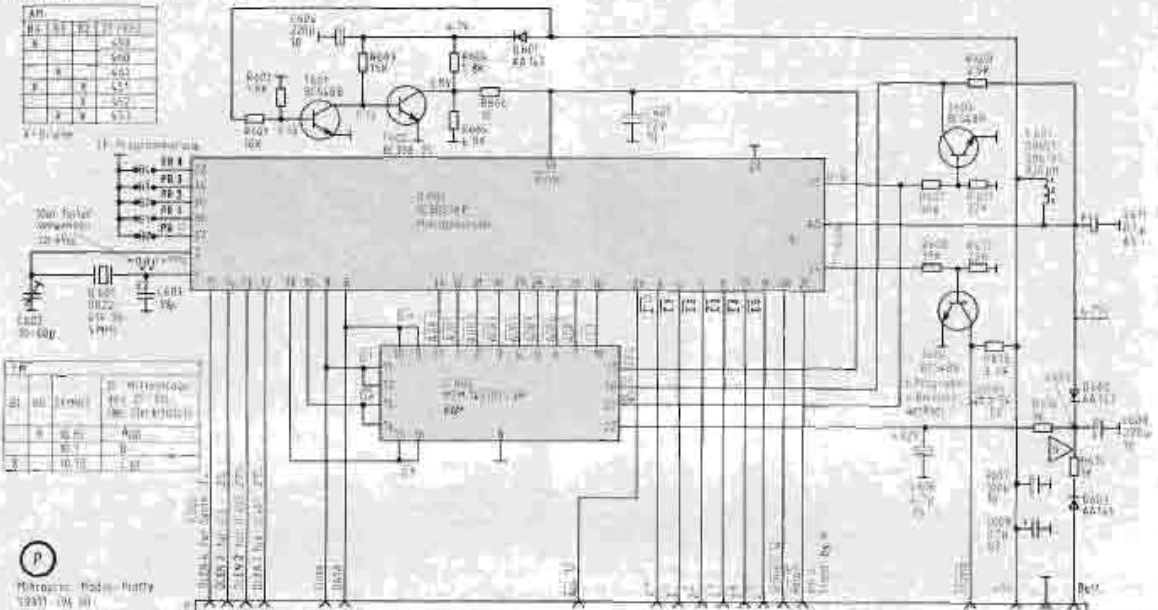

Bild 8 Der µC-Modul (Schaltungsauszug aus dem Gesamtschaltbild)
**Schaltungsbeschreibung µC-Modul (Bild 8)**